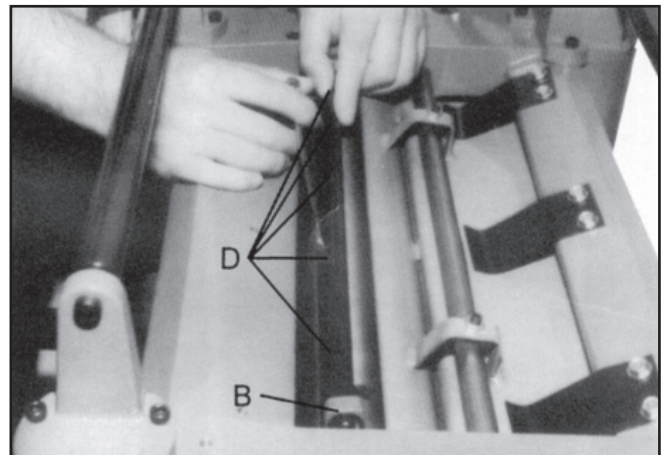

Figura 12
2. Afloje ligeramente los cinco tornillos (B, Figura 12).
3. Coloque cuidadosamente el calibrador de cuchillas (B, Figura 12) sobre la cabeza de corte como se muestra en la Figura 12. Cuando está bien ajustada, el borde de la cuchilla debe tocar apenas la parte inferior de la protuberancia.
6. Apriete firmemente los tornillos (D, Figura 12 y 13). Ajuste a la misma tensión en ambos extremos del rodillo.